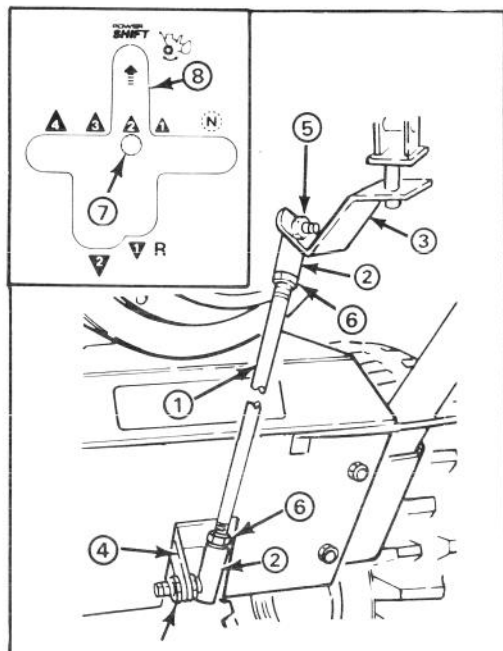

Figure 4
### POSE DE LA TIGE DE CONVERSION (fig. 4)
**Remarque :** si le levier de changement de vitesse ne se trouve pas en regard de la fente de conversion Power Shift sur le panneau de commande (fig. 4, illustration intérieure), il convient de régler la longueur de la tige de conversion de la façon suivante :